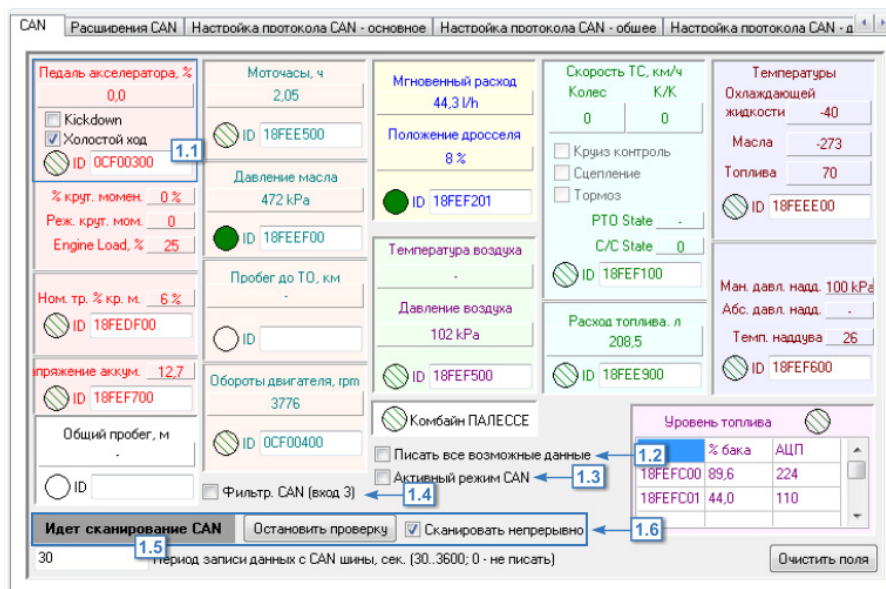

Рис.47. Вкладка «CAN».
На вкладке «CAN» пользователь может настроить работу прибора с шиной CAN в протоколе SAE J1939 (Рис.47).
- в поле «ID» (Рис.47, п. 1.1) задать идентификатор записи. Если идентификатор записи CAN не задан, то прибор не будет записывать эту запись.
- для того чтобы в память прибора записывались все данные, полученные с шины CAN транспортного средства, включить опцию «Писать все возможные данные» (Рис.47, п. 1.2).
- при необходимости включить опцию «Активный режим CAN» (Рис.47, п. 1.3). В активном режиме прибор постоянно запрашивает данные из шины.
- для того чтобы использовать цифровой вход 3 для фильтрации оборотов двигателя, разрешить опцию «Фильтрация CAN (вход 3)» (Рис.47, п. 1.4). Если опция включена, то при получении показаний оборотов двигателя с шины CAN, вход 3 прибора переключится в активное состояние. В этом случае активное состояние входа 3 может использоваться для фильтрации данных для подсчета времени работы двигателя в диспетчерской программе.
- в поле «Период записи данных с CAN шины» (Рис.47, п.1.5) задать интервал времени, с которым данные с шины CAN будут записываться в память прибора. Диапазон значения 30...3600, 0 – не писать данные CAN.
- Для проверки работоспособности шины CAN прибора «АвтоГРАФ», необходимо подключить прибор к шине CAN транспортного средства и запустить сканирование, нажав кнопку «Начать проверку» в программе «AG.GSMConf» (Рис.47, п. 1.6).